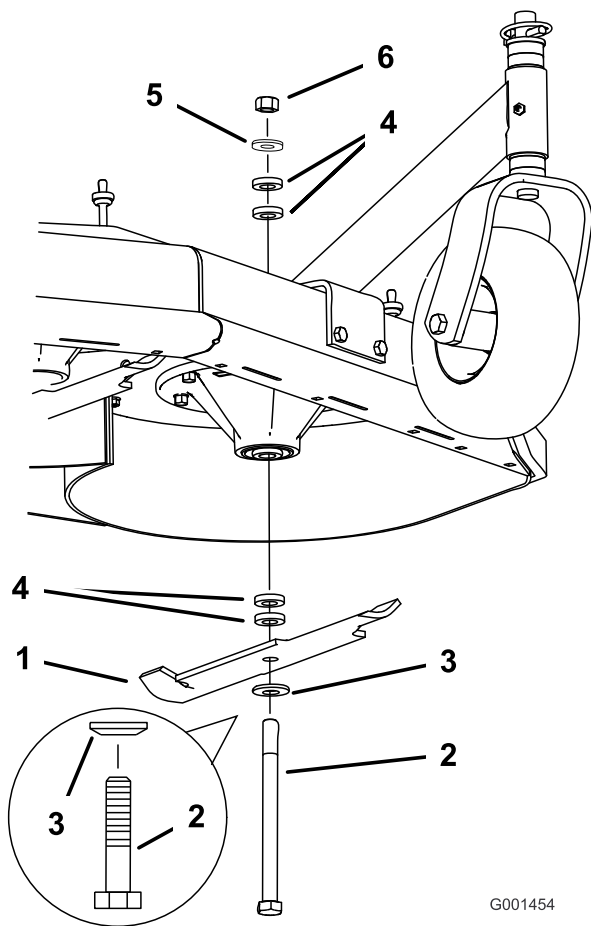

Figura 57
2. Retire la tuerca, el perno de la cuchilla, la arandela curva, la cuchilla, los espaciadores, y la arandela fina del eje (Figura 57).
- Instale la arandela curva y luego la cuchilla en el perno. Seleccione el número correcto de espaciadores para la altura de corte deseada, y deslice el perno dentro del eje (Figura 57).